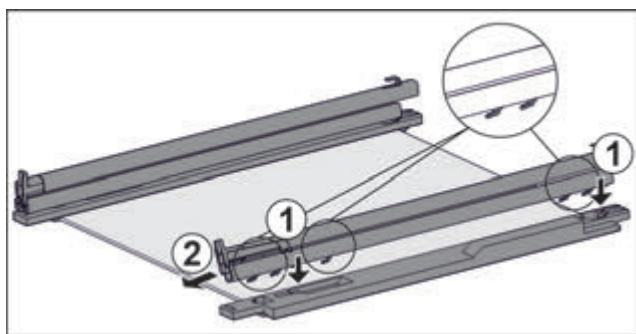

Fig. 104 Скляна пластина з рейками та деталями для підтримки
- ▶ Одягти гаки рейки на отвори **лівої** деталі для підтримки. Fig. 104 (1)
- ▶ Потягніть рейку вперед. Fig. 104 (2)
- ▶ Одягти гаки рейки на отвори **правої** деталі для підтримки. Fig. 104 (1)